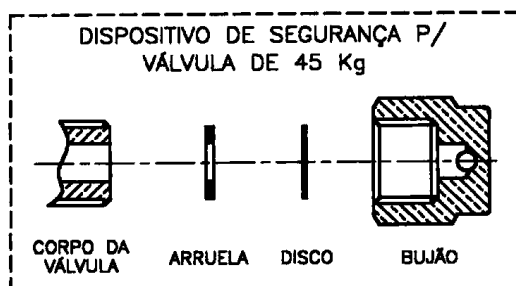

Fig. 1 - Disp. Seg. Bujão com Rosca Interna
3.2 Para válvulas com bujão rosca interna conforme Fig. 1 (4.4.51.00455, 4.4.51.00456 e 4.4.51.00087):